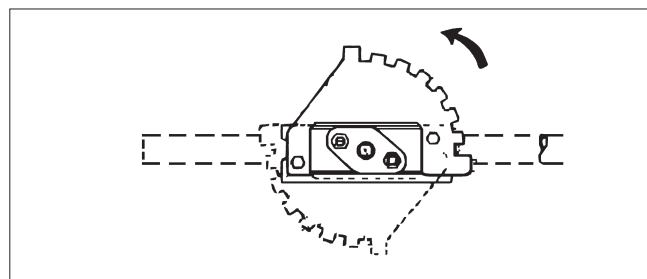

Figura 12.
11. Instale una junta plana nueva (54) y fije la placa de cubierta al cuerpo de la válvula con los tornillos (55). Para garantizar una carga uniforme de la junta plana, apriete los tornillos al par de apriete que se indica en la **tabla 3** siguiendo una secuencia alterna.
12. Si la placa de trinquete del mando se ha retirado de la válvula, vuelva a instalarla con la orientación que se muestra en la **figura 12**. Instale las arandelas de seguridad y los tornillos en los dos orificios del cubreválvula. No apriete los tornillos hasta que los topes estén ajustados. (Consulte la sección **AJUSTE DEL TOPE DEL MANDO** o la sección **INSTRUCCIONES DE MONTAJE DEL ACTUADOR**).
13. Coloque la placa de compresión (10) sobre el eje (4) y los pernos prisioneros (14). Instale las tuercas (15) pero no las apriete.
15. Con la válvula todavía cerrada, apriete las tuercas (15) de la placa de compresión de manera uniforme hasta que las juntas del eje estén suficientemente comprimidas para evitar fugas. Esto debería requerir apretar las tuercas aproximadamente 1-1/2 a 2 vueltas completas después de que ambas hayan entrado en contacto con la placa de compresión.
Si fuese necesario volver a montar el mando a 180 grados de su dirección estándar (**consulte la figura 12**):